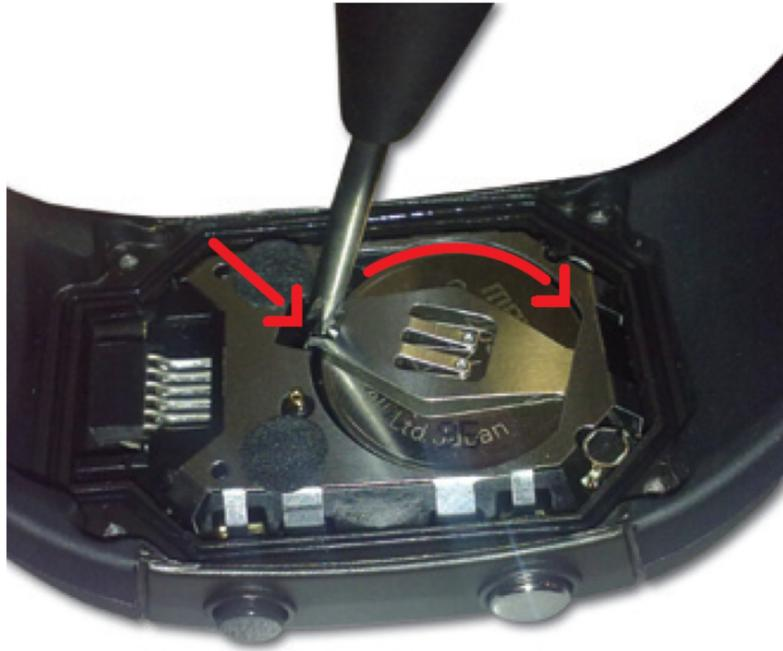

图 4-2. 取出手表电池
4. 在将模块连接到仿真器之前先取出电池。将螺丝刀顶端放置在电池和电池托（小的金属突出连接处）之间并将此金属突出连接处推离电池（请见图 4-2）。详细指导显示在[www.ti.com/chronoswiki](http://www.ti.com/chronoswiki)上 eZ430-Chronos 拆卸/组装视频内。